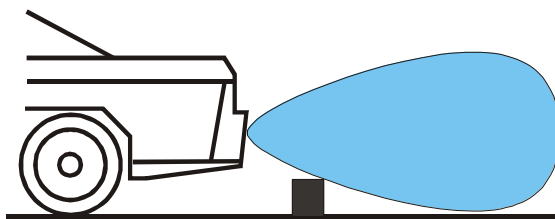

Рис. 11
7.2 Минимальное расстояние обнаружения бордюра (и других низко расположенных объектов), т.н. ширина «вертикальной мертвой зоны», зависит от высоты и угла установки датчиков (см. рис. 11). Например при высоте установки датчиков 60 см, минимальное расстояние обнаружения бордюра высотой 20 см будет около 70 см, а при высоте датчиков 40 см и угле наклона 7° минимальное расстояние обнаружения такого бордюра будет около 50 см. Т.е., находясь ближе этого расстояния, бордюр не будет обнаружен.